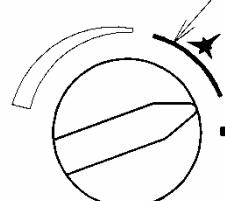

Рисунок 11. Розжиг
- перевести ручку 4 (рис. 1), не нажимая на неё, в положение "Розжиг" (рис. 11), в этом положении нажать на ручку до упора и удерживать её в нажатом состоянии несколько секунд (начнется поступление газа на запальную горелку с легким шипением);